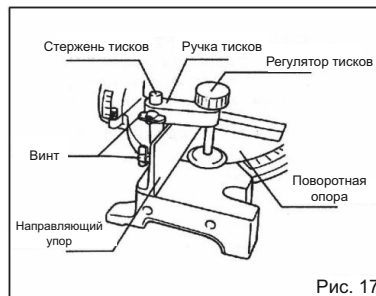

Рис. 17
- При резке длинных заготовок используйте опоры такой высоты, чтобы они были на одном уровне с верхней поверхностью поворотной опоры. Не полагайтесь только на вертикальные тиски, чтобы зафиксировать заготовку. (Рис. 17)